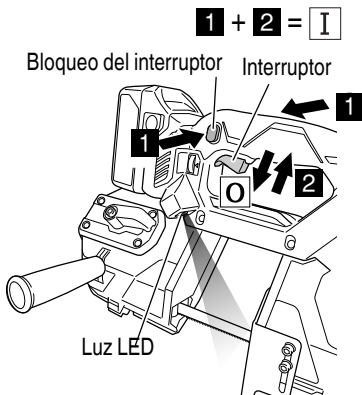

Fig. 9
6. Operación del interruptor (Fig. 9)